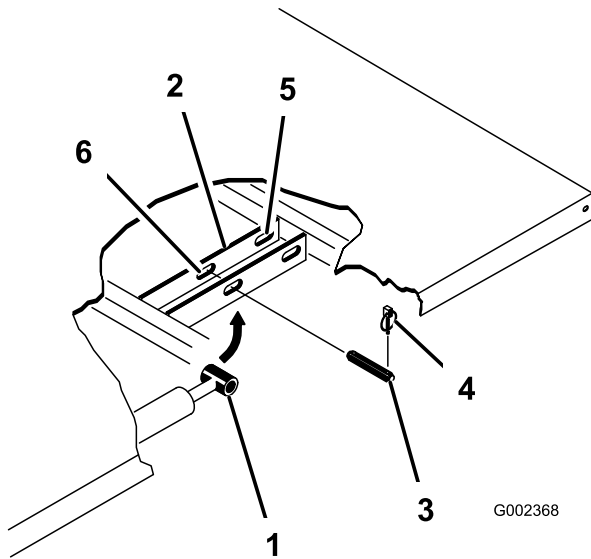

Figura 40
3. Retire los pasadores de seguridad de los extremos exteriores de los pasadores (Figura 40).
4. Retire los pasadores que fijan los extremos de las varillas de los cilindros a las chapas de montaje de la plataforma empujando los pasadores hacia dentro (Figura 40).
5. Retire los pasadores de seguridad y los pasadores que fijan las placas de giro al bastidor (Figura 40).